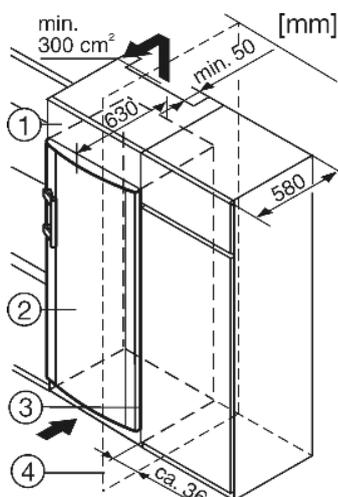

Fig. 10
- (1) Élément haut
(2) Appareil
(3) Placard de cuisine
(4) Mur
Lors de la transformation avec des placards de cuisine normalisés (profond. max. 580 mm) l'appareil peut être placé directement à côté du placard *Fig. 10 (3)*. La porte de l'appareil saillit latéralement de 34 mm et au milieu de l'appareil de 50 mm par rapport à la face avant du placard de cuisine. Ainsi, elle se laisse ouvrir et fermer sans problèmes.
Si l'appareil est installé avec les charnières à côté d'un mur *Fig. 10 (4)*, la distance entre l'appareil et le mur doit être de 36 mm min. Ceci correspond à la saillie de la poignée lorsque la porte est ouverte.